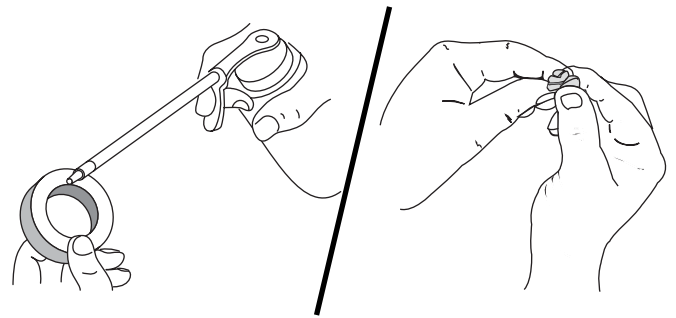

Fig. 15
4. Aplique suficiente aceite SAE 30 limpio como para recubrir ligeramente el filtro (Fig. 15).
5. Apriete el filtro para esparcir y retirar el exceso de aceite (Fig. 15).